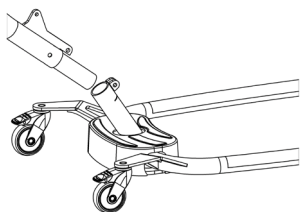
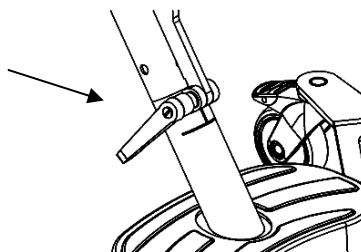

Fig. 1.6B
Fig. 1.6C
2. Monte o mastro/braço de elevação na base (Fig. 1.6B) e aperte o parafuso manual (Fig. 1.6C)